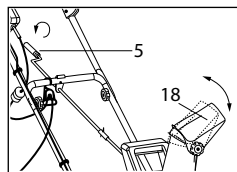

рис. 9
Отрегулируйте направление выпускного желоба, поворачивая ручку (5) для поворота (рис. 9).
Для регулировки угла наклона дефлектора ослабьте крепление дефлектора, задайте нужный угол и закрепите (рис. 9).